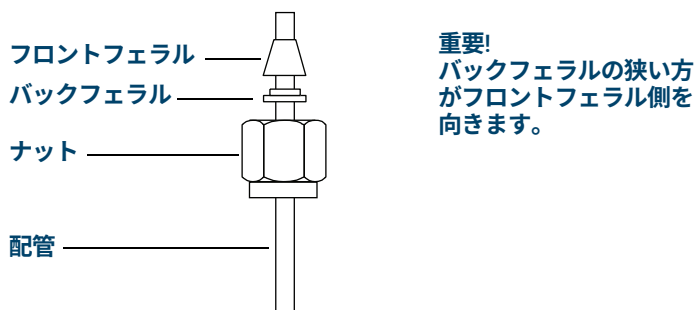

図 15. Swagelok ナットおよびフェラル
- 1 図 15 に従って、Swagelok ナット、バックフェラル、およびフロントフェラルを配管に通します。